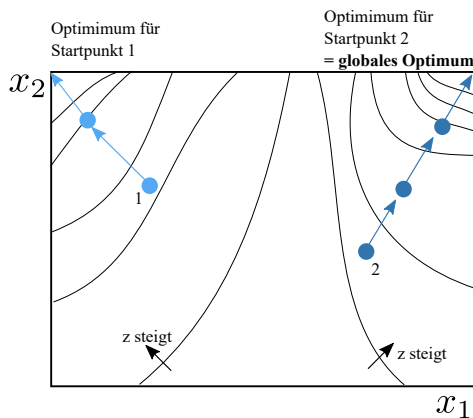

Abbildung 2: Startpunktabhängigkeit
- Startpunktabhängigkeit (mögliche Lösung: wiederholte Ausführung mit unterschiedlichen Startpunkten, siehe Abb. 2)